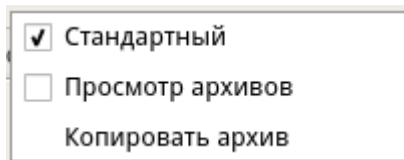

Рисунок 3 – Меню выбора режима работы
Для выбора режима работы с вкладкой «1. Схема перегона» в строке меню необходимо выбирать пункт «Режим работы» (Рисунок 1). Существуют два режима работы (Рисунок 3):
Просмотр архива событий позволяет оператору АРМ ШН воспроизвести в реальном или ускоренном масштабе времени (с помощью кнопки выбора скорости воспроизведения), технологическую ситуацию на контролируемом участке за определенный период времени в виде анимированного отображения элементов схемы перегона. Для перехода в режим просмотра архивов необходимо выбрать соответствующий пункт меню (Рисунок 3).
- для перехода в режим копирования архива выбрать соответствующий пункт меню (Рисунок 3);